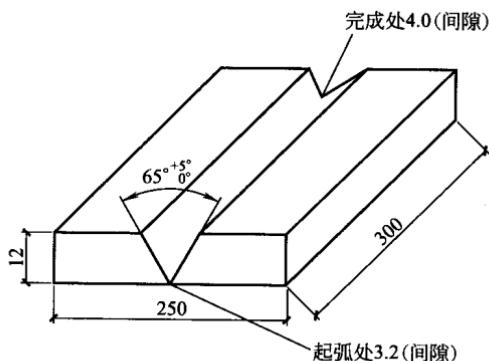
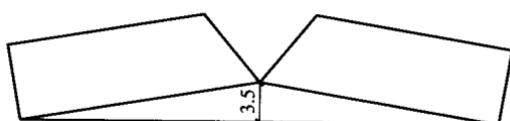

图 1-1 试件组对示意
图 1-2 试件反变形示意
(2) 试件组对尺寸(表 1-1 及图 1-1、图 1-2)